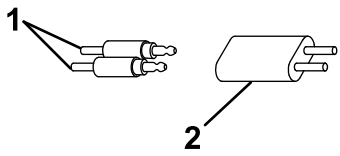

Figura 1
1. En el arnés de cables del quitanieves del lado del vehículo, localice el conector de opciones del vehículo y desconecte los cables, como se muestra en la Figura 1.